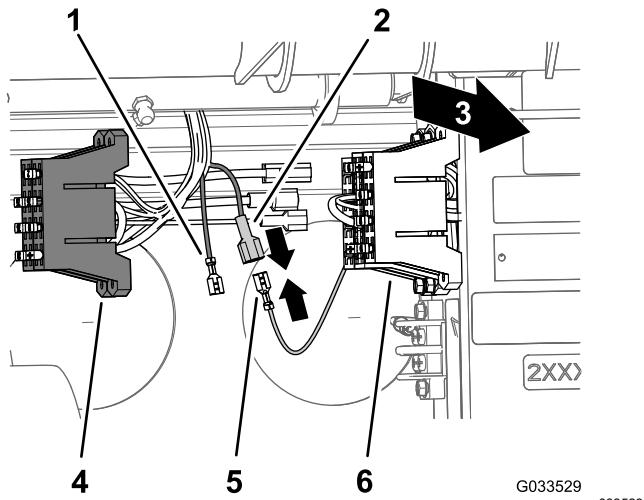

Figura 25
2. Localize o terminal do recetáculo não isolado no final do fio de alimentação amarelo aberto do bloco de fusíveis da máquina e o terminal de lâmina isolado no final do fio amarelo de alimentação opcional do bloco de fusíveis dos fios do pulverizador (Figura 25).
3. Localize o terminal do recetáculo não isolado do bloco de fusíveis da máquina ao terminal da lâmina isolado do bloco de fusíveis do pulverizador (**Figura 25**).